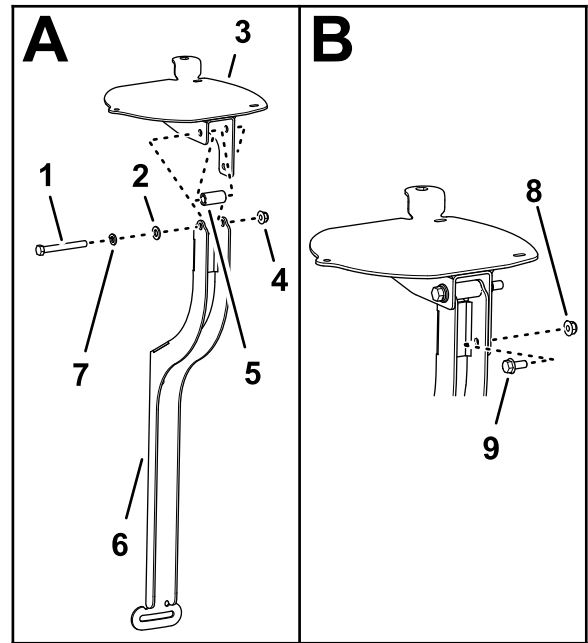

图153
1. 对齐导航接收器底板、隔片与接收器安装支架中的孔 图153。
2. 如 图153 所示用螺栓 3/8 x 3-1/4 英寸、锁定垫圈 3/8 英寸、垫圈 3/8 x 13/16 英寸和凸缘锁紧螺母 3/8 英寸将接收器底板和隔片组装到底座上。
3. 安装凸缘头螺栓 5/16 x 3/4 英寸和凸缘锁紧螺母 5/16 英寸使之穿过接收器安装支架较小的孔和接收器底板中的槽 图153。